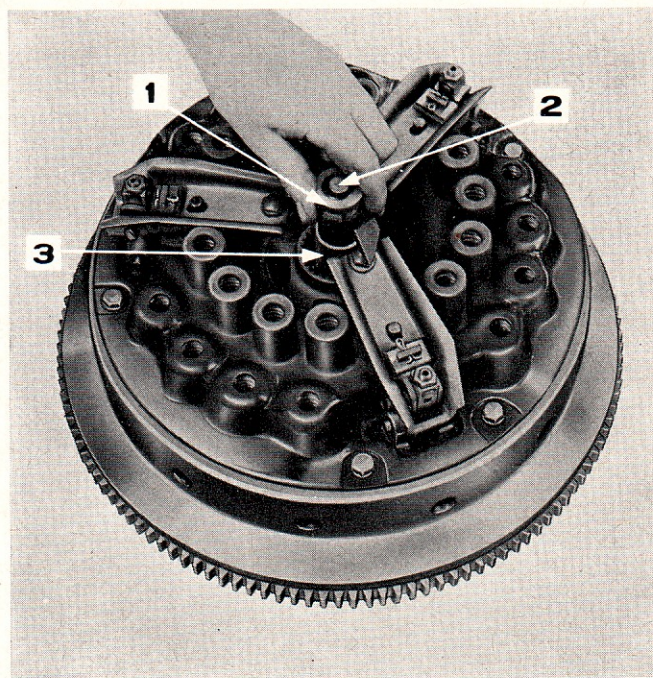

Figure 35: Réglage de la hauteur des doigts de débrayage
13. Placer la colonne centrale SW12/a dans la plaquette SW12/h. Enfiler sur la colonne SW12/a l'entretoise centrale SW12/g et la jauge de réglage (le côté rectifié du doigt orienté vers le bas). Régler les vis à tête bombée de l'extrémité intérieure des doigts de telle façon qu'elles touchent légèrement le doigt de la jauge (Figure 35).